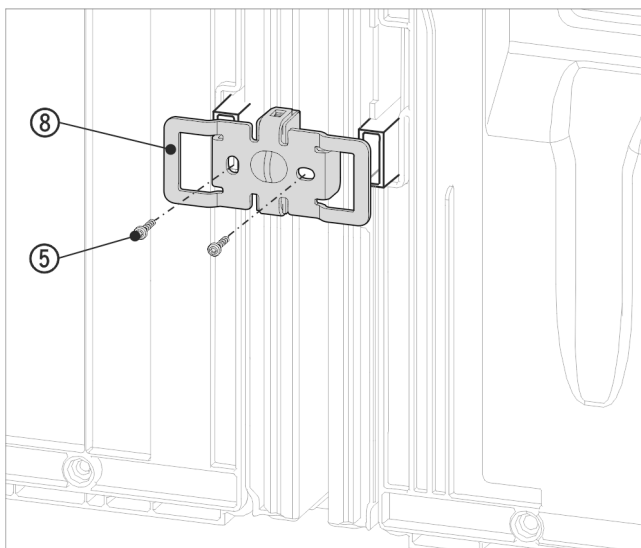

Fig. 16 Représentation à titre d'exemple
- Pousser l'équerre Fig. 16 (8) avec les cavités sur le logement des supports d'espacement muraux.
- Visser fermement avec 2 vis Fig. 16 (5).